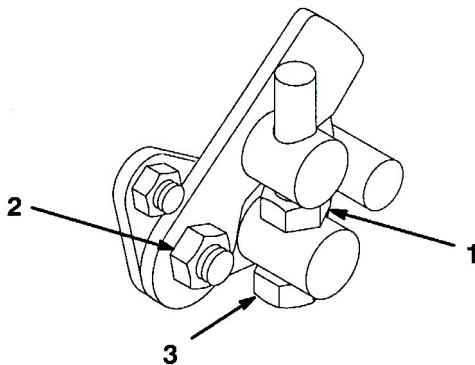

図52
1. トラニオン・キャップスクリュのジャムナットをゆるめる(図52)。
4. ゆるめた部品を元のように締め、調整を確認、必要に応じて再調整する。(図52)。調整を確認し、必要に応じて再調整する。